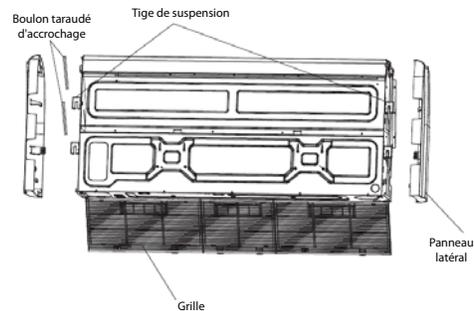

Figure 15 – Retrait des panneaux latéraux et de la grille
2. Retirez les panneaux latéraux et la grille (voir la figure 15).